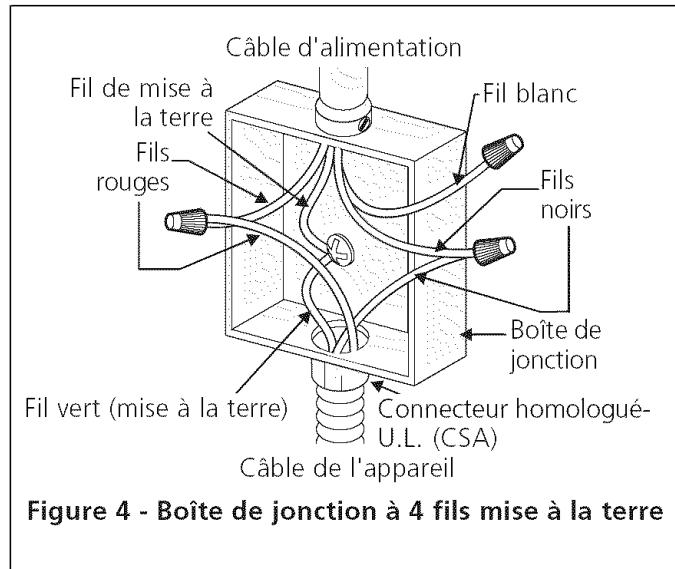

Figure 4 - Boîte de jonction à 4 fils mise à la terre
AVERTISSEMENT Vous ne pouvez pas faire la mise à la terre de l'appareil par le fil neutre (blanc) si l'appareil est utilisé dans une nouvelle installation de circuit branché (1996 NEC), maison mobile, véhicule récréatif, ou où les codes locaux ne permettent pas la mise à la terre par le fil neutre (blanc). Quand la mise à la terre par le fil neutre (blanc) est interdite, vous devez utiliser un câble d'alimentation à 4 fils. Voir la figure 4. Ne pas suivre cet avertissement peut avoir pour résultat l'électrocution ou d'autres blessures personnelles sérieuses.
Si la table de cuisson est utilisée dans une nouvelle installation de circuit branché (1996 NEC), maison mobile, véhicule récréatif, ou où les codes locaux ne permettent pas la mise à la terre par le fil neutre (blanc) (voir figure 4):
2. Dans le disjoncteur, boîte de fusibles ou la boîte de jonction : brancher l'appareil au câble d'alimentation comme indiqué à la figure 4.